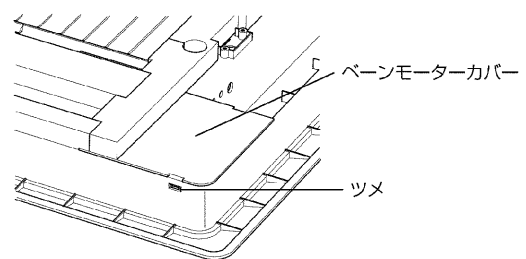

図31
- (1) 固定するベーンのベーンモーターカバーを外します。（図31、32）